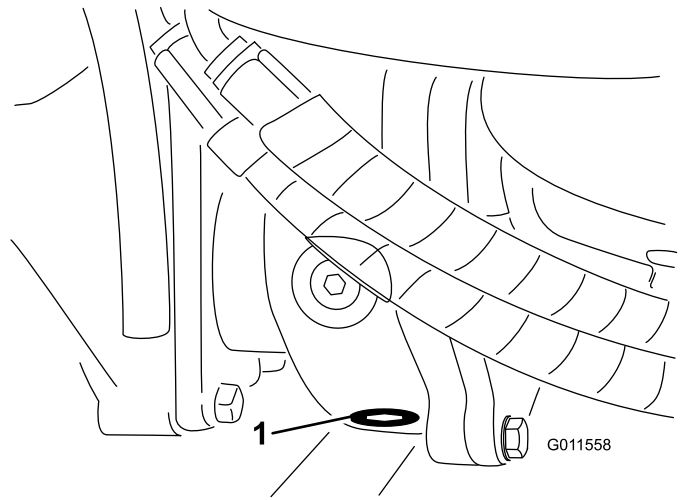

Bild 65
5. Reinigen Sie den Bereich um die Ablassschraube an der Unterseite des Getriebes (Bild 65).